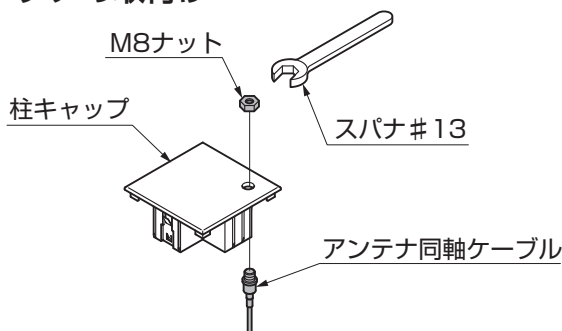

図3-2
- ①柱キャップの下穴にアンテナ同軸ケーブルを通し付属のM8ナットを取付けてください。(図3-2参照)